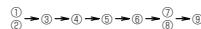

Fig. 4-1
- Før du slår på enheten, må du ta av KOMPRESSORKABINETTETS TOPP og FRONT og deretter fjerne KOMPRESSEORENS faste deler. (Fig. 4-1)